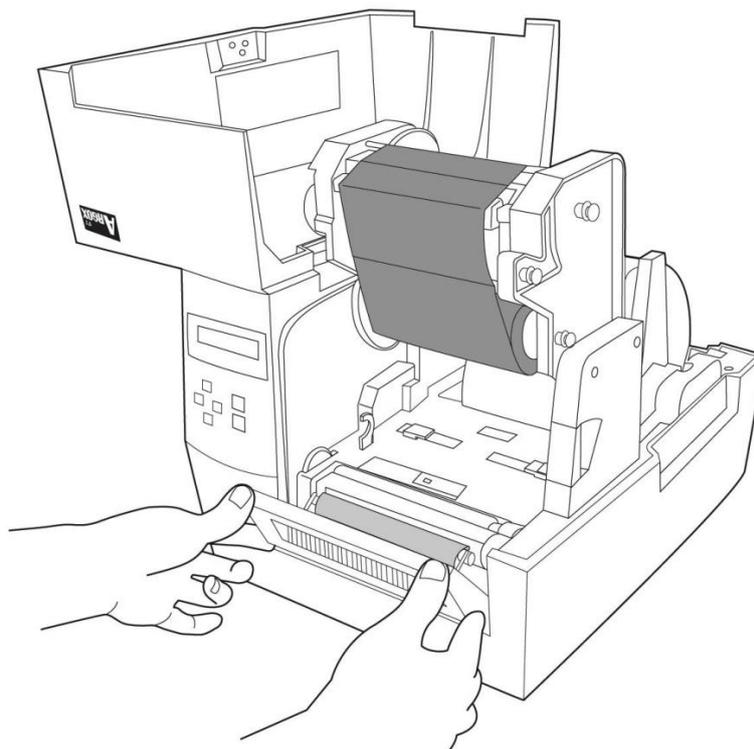

Figura 17
81. Abra el montaje del despegador. (Figura 17)